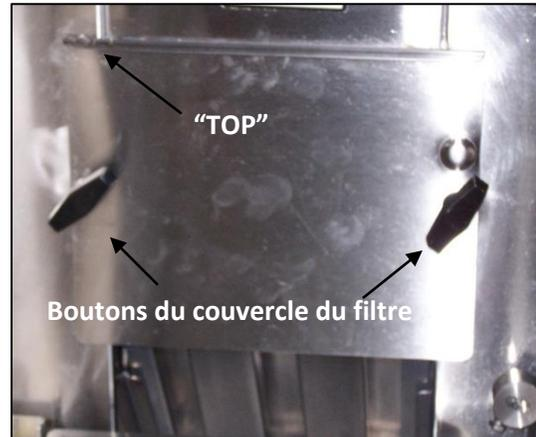

Figure 4
- Retirez la plaque du couvercle du filtre de la paroi intérieure arrière de la chambre de cuisson en retirant les deux boutons en plastique noirs fixant la plaque du couvercle. Figure 4.
- Réinstallez la plaque du couvercle du filtre et tournez les boutons du couvercle du filtre dans le sens horaire jusqu'à ce qu'ils soient serrés à la main. Vérifiez que le mot TOP sur la plaque du couvercle du filtre se trouve dans le coin supérieur gauche. Figure 4.